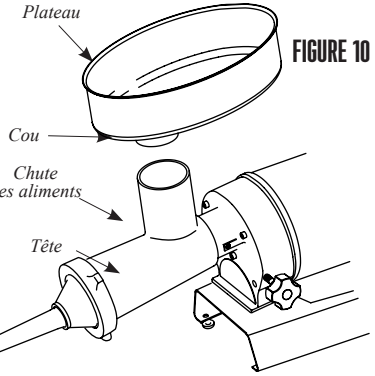

FIGURE 10
7. Insérer le col du plateau dans chute d'aliments (FIGURE 10).
8. NE JAMAIS utiliser le hachoir sans le plateau bien fixé (FIGURE 10).